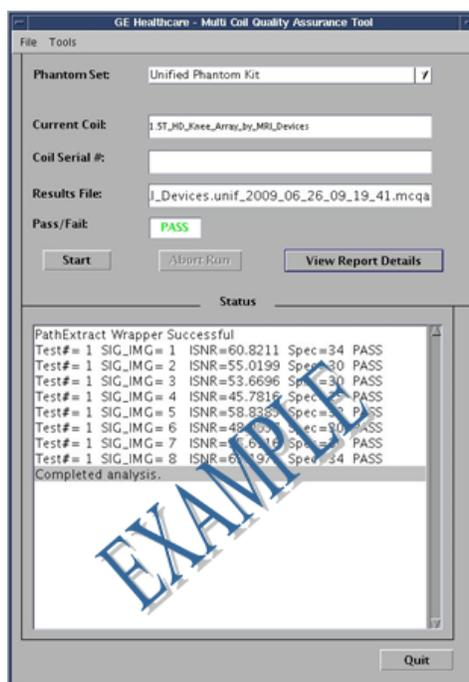

**Figura 5**
**Nota:** la finestra di stato dell'interfaccia grafica dello strumento per il controllo qualità delle bobine si aggiornerà continuamente fornendo informazioni su cosa sta facendo lo strumento in qualsiasi momento. Comparirà una barra di avanzamento (Figura 5), che mostra la durata totale approssimativa del test, il tempo trascorso e la percentuale di completamento.